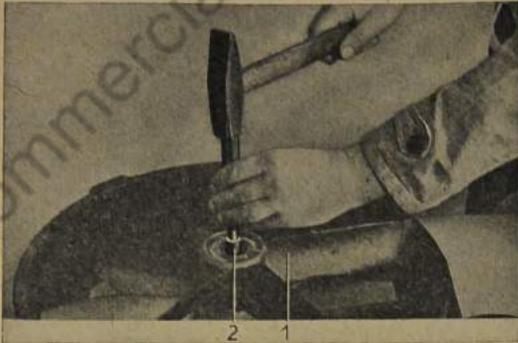

Bild 226: Lüfter aus der Lüfterhaube heraus schlagen
7. Scheibenfeder aus der Lüfterwelle herausziehen und die Lüfterwelle mit Lüfter aus der Lüfterhaube heraus schlagen (Bild 226).